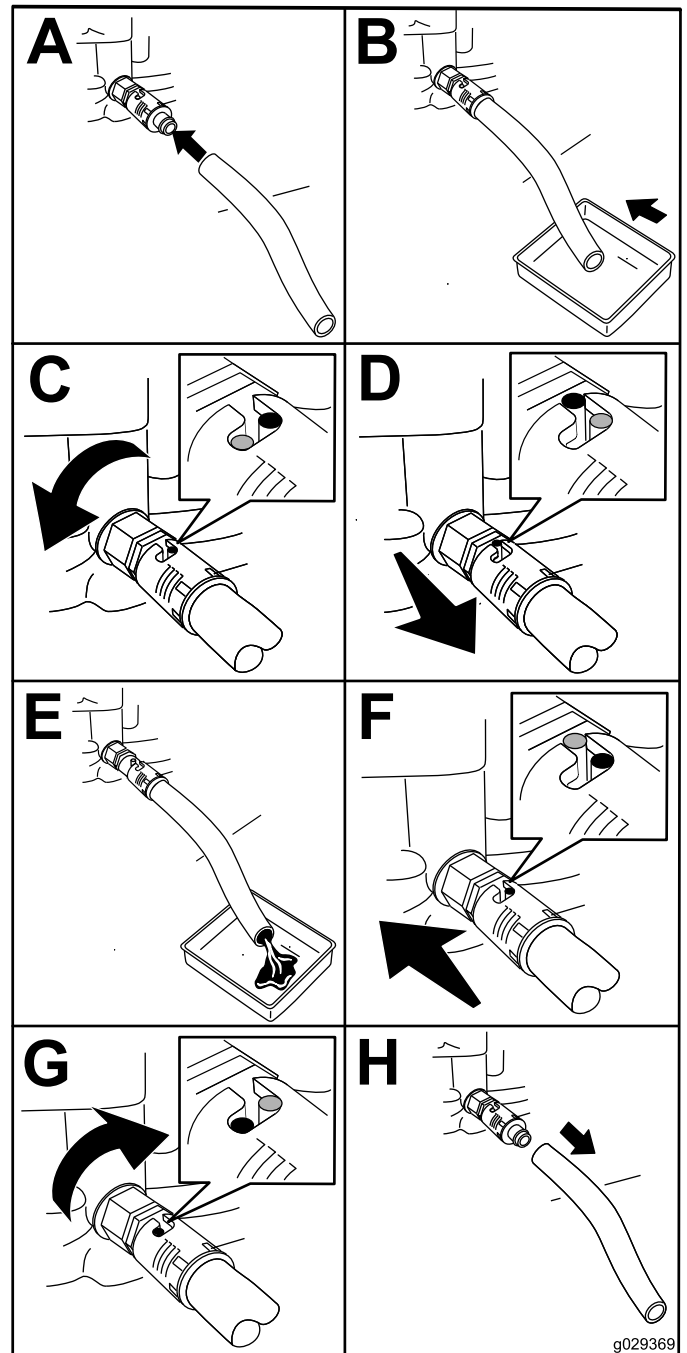

図 29
1. ドレンバルブに、ドレンホースを接続する **図 29**。
2. 容量 1 リットル程度の廃油受けの中にホースの端 **図 29**を入れる。
3. ドレンバルブを左に 1/4 回転させ、エンジンオイルが完全に抜けるのを待つ **図 29**。
4. ドレンバルブを右に 1/4 回転させてバルブを閉じる **図 29**。
5. ドレンホース **図 29**を外し、こぼれたオイルをふき取る。